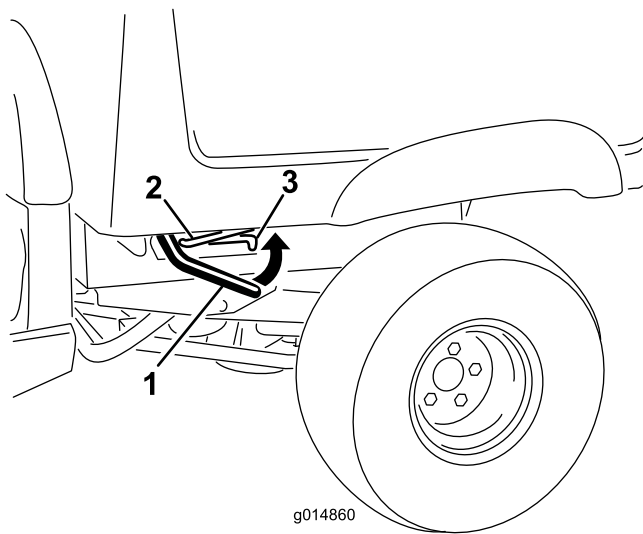

Figura 1
2. Alzate le leve ai lati del cassone e sollevatelo (Figura 1).